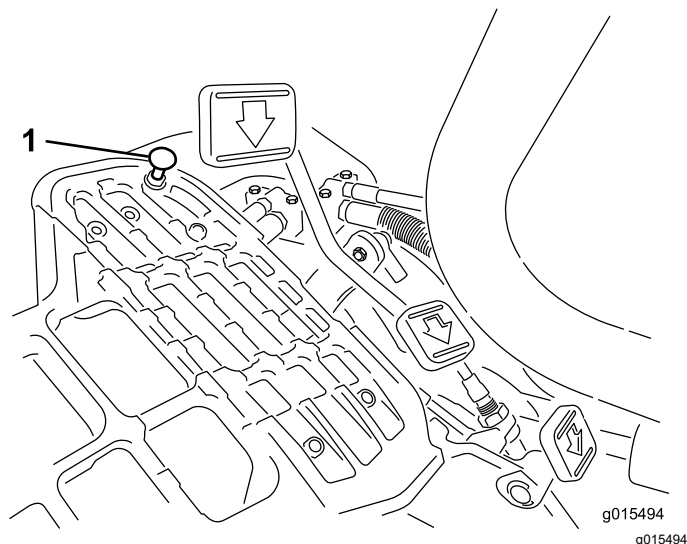

図 50
1. モードレバーを移動走行位置にセットし、ペダルストップを固定しているロックナットをゆるめる図 50。
モードレバーを移動走行位置にセットし、ペダルを一杯に踏み込めば最高速度となります。ケーブルに張力が掛かる前にペダルがストップ図 50に当たる場合には調整が必要です。